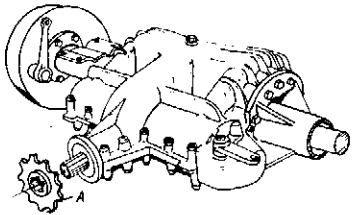

Abb. 36
70. Nachlauf zu groß = Zähnezahzahl des Ausgleichkettenrades „A“ (Abb. 36) erhöhen. Läuft Streuer gegen Schlepper = Zähnezahzahl kleiner.
70) If lag is too great: increase number of teeth on chain sprocket 'A' (Fig. 36); if spreader runs up against tractor: reduce number of sprocket teeth.
70. Si le retard est trop important = augmenter le nombre de dents du pignon de réglage "A" (fig. 36). Si l'épandeur s'approche du tracteur = réduire le nombre de dents.
70. L'incidenza è troppo elevata = aumentare il numero di denti della ruota della catena di compensazione "A" (fig. 36); se il distributore si avvicina al trattore = ridurre il numero dei denti.
70. Nailjing te groot = aantal tanden van het compensatiekettingrad "A" (fig. 36) verhogen.